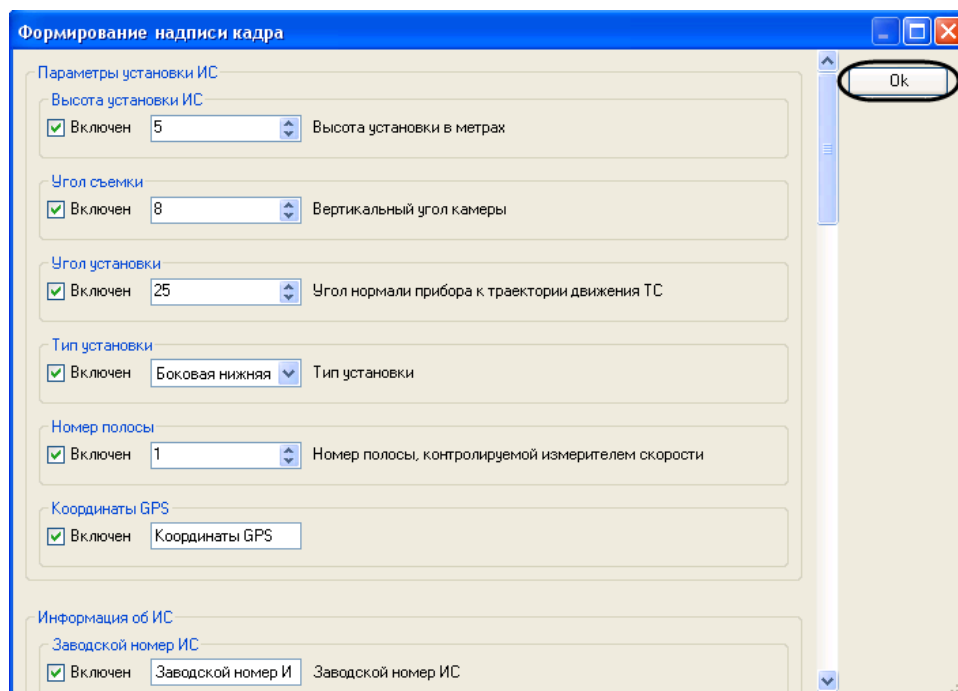

Рис. 7.2—14. Сохранение изменений в диалоговом окне «Формирование надписи кадра»
8. Для сохранения внесенных изменений и закрытия диалогового окна «Формирование надписи кадра» нажать кнопку «ОК» (Рис. 7.2—14).
Примечание. Для закрытия данного окна без сохранения изменений следует нажать кнопку «✕» (Рис. 7.2—14).